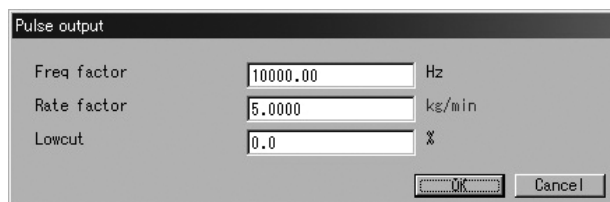

図30
- ① 画面上部メニューの「Setup(S)」をクリックし、「Config output」のドロップダウンリストの中から「Pulse output」を選び再度クリックします。
- ② 図30のようなメッセージボックスが現れます。ここではパルス出力の設定を行います。